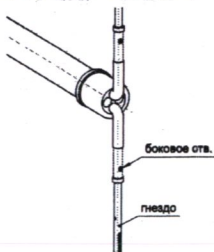

Рисунок 6
2.3 Вставить защищенную жилу провода в отверстие хвостовика контакта (штырь или гнездо) до упора (рисунок 6). Визуально контролировать правильность вставки жилы через боковое отверстие хвостовика - она должна быть видна. Все проволочки токопроводящей жилы должны быть вставлены в отверстие хвостовика контакта, не допускается наличие торчащих проволочек токопроводящей жилы провода.